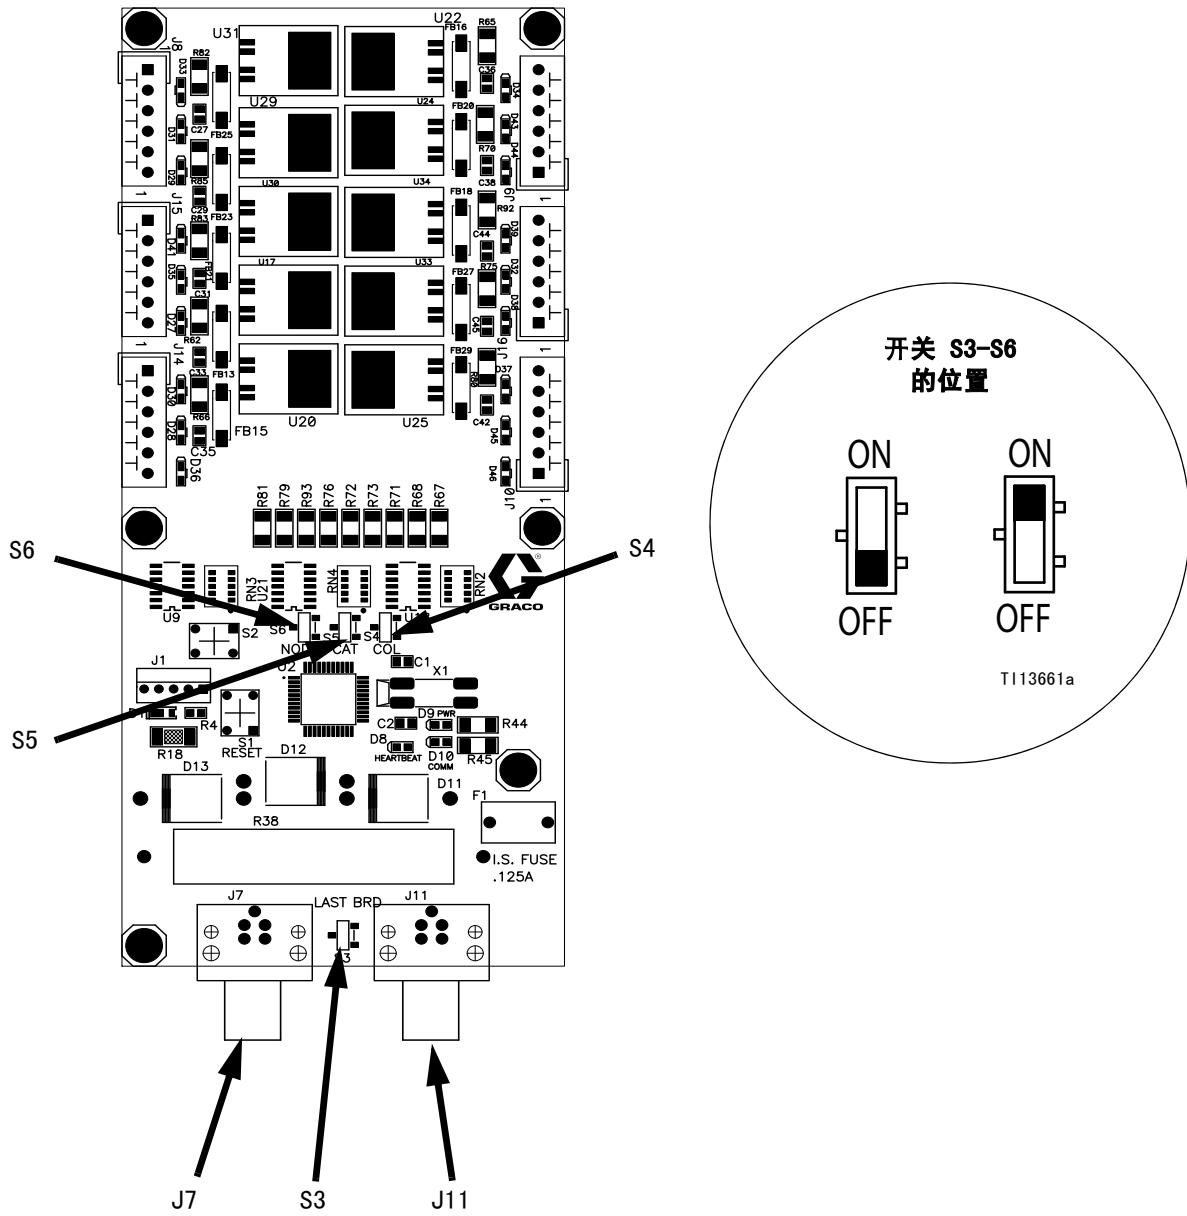

图 16. 换色板开关 S3-S6
C.C. (J11) 连接至换色板。参见图 16。
按表 2 和图 16 所示，将开关 S3-S6 安装在换色板上，此安装取决于系统使用的换色板和换色模块的数量。